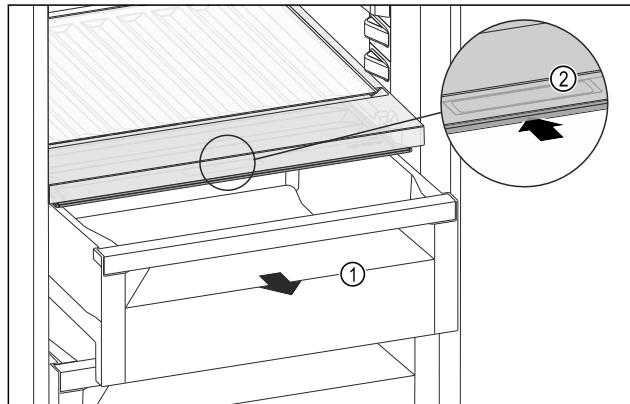

Fig. 110
- Витягніть висувний ящик Fig. 110 (1).
- Візьміться за потайну ручку Fig. 110 (2) на кришці відділення й одночасно посуньте кришку відділення назад.